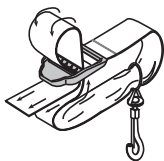

Fig. 2
2. Pase la correa sobre la barra transversal y hacia abajo a través de la ranura de la hebilla (Fig. 2).